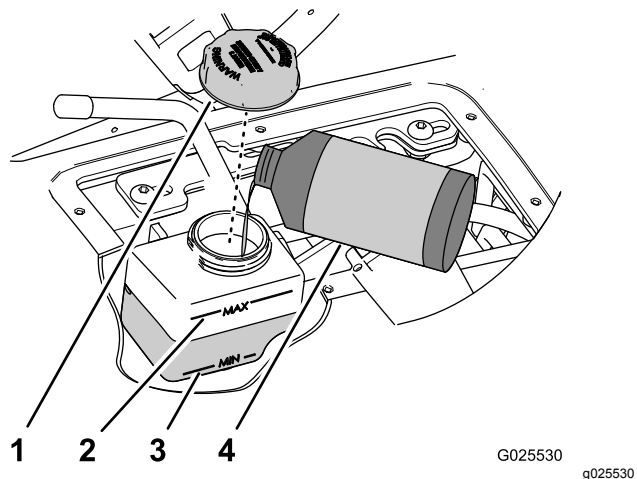

Figure 61
- Contrôlez le niveau de liquide dans le réservoir du vérin de commande de vitesse (Figure 61).
- Nettoyez la surface autour du bouchon du réservoir (Figure 61).
- Retirez le bouchon du réservoir (Figure 61).
- Ajoutez du liquide spécifié pour faire monter le niveau entre les repères Min et Max sur le côté du réservoir (Figure 61).
- Remettez le bouchon et serrez-le à la main (Figure 61).